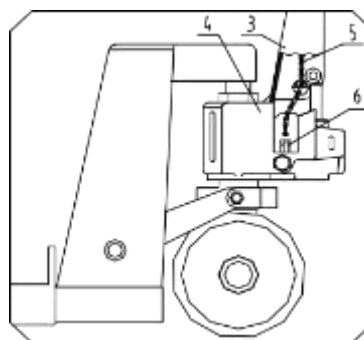
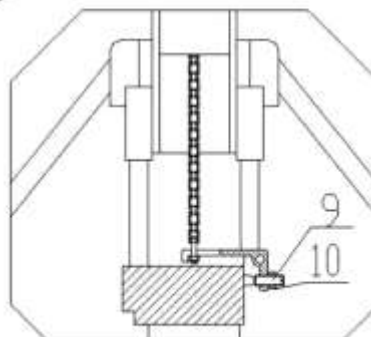

Рис.2
Рис. 5
• Установите рычаг (3) в точку (А). Зафиксируйте рычаг (3) на корпусе насоса (4) штифтом (2). В вертикальном направлении штифт (2) вставляется не до упора, чтобы сохранить возможность свободного поворота.
• Поверните штифт (2) и убедитесь, что ось большого отверстия штифта находится в вертикальном положении. Пропустите цепь (5) рукоятки через среднее отверстие штифта (2). См. Рис. 2.
• Возьмите гайку на конце цепи (5) и наверните ее на нарезку рычажного пальца (6). См. рис. 2 и рис. 5.
• Поверните штифт (2) в исходное положение и вставьте его до упора (в продольном направлении). Вставьте пружинный палец (1) в штифт (2).
на рис. 5 против часовой стрелки. Поднимите тележку еще раз, чтобы убедиться, что подъем выполняется нормально. Если тележка не опускается после подъема, слегка поверните винт по часовой стрелке. Убедитесь, что опускание выполняется нормально. Наружная шестигранная гайка (10) у винта (9) используется для фиксации. Ослабьте затяжку гайки до начала регулировки и затяните ее по окончании регулировки.